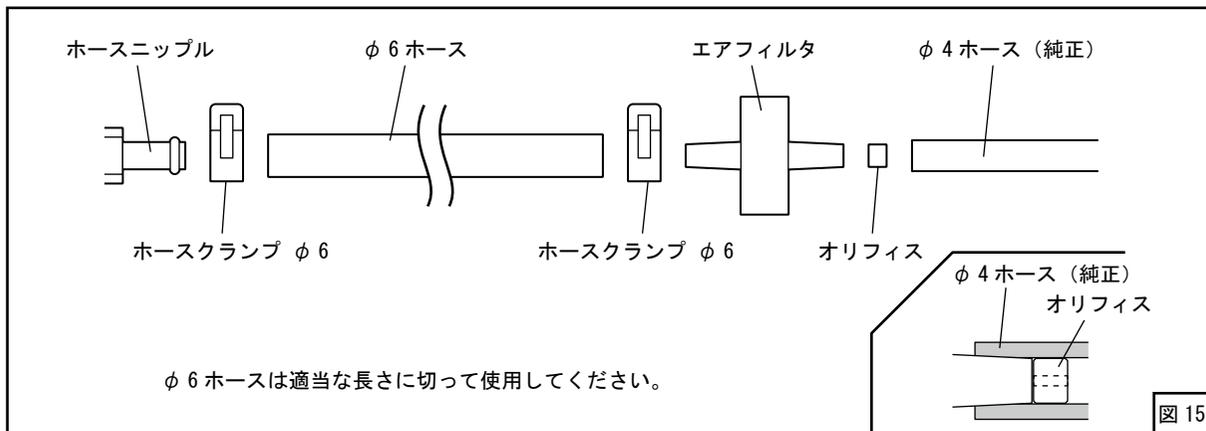
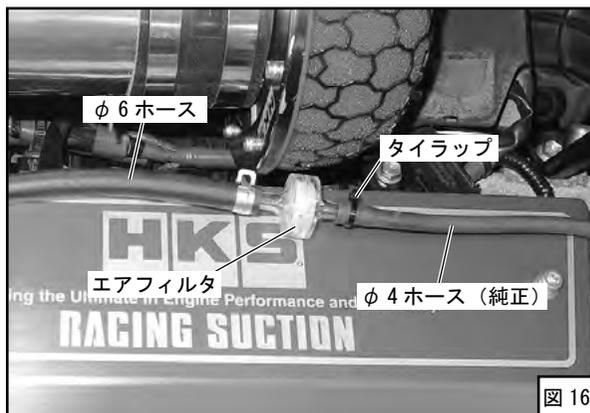

図 15
図 16
- (12) [1. - (3)] で取外した $\phi 4$ ホースへオリフィスを挿入したのちにエアフィルタを接続し、タイラップで固定してください。(図 15、図 16)
- (13) エアフィルタとサクションパイプのホースニップル $\phi 6$ を $\phi 6$ ホースで接続してください。(図 15、図 17)